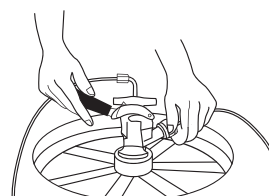

fig. 3
3. Fixez l'extrémité de la conduite de CO₂ du tube au raccord de tuyau sur le robinet. Ensuite, fixez le tube à l'aide de la pince encliquetable en plastique autobloquante restante pour vous assurer qu'il n'y a pas de fuites. Fixez fermement la pince à l'aide d'une paire de pinces coulissantes (Fig. 3 - ci-dessous).